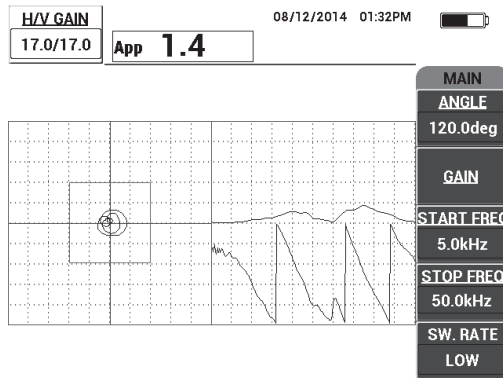

Figura 6-57 A figura da varredura entre duas divisões
1. Coloque a ponta da sonda em uma boa peça do padrão, pressione a tecla **GAIN (dB)** e, em seguida, use o botão para ajustar o **GANHO** até a figura da varredura estar contida entre duas divisões dentro da caixa de alarme (veja Figura 6-57 na página 172).